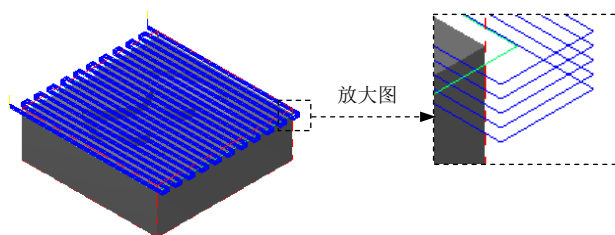

图 22.9 刀具路径
Step11. 单击“2D 刀具路径 - 平面铣削”对话框中的  按钮，完成加工参数的设置，此时系统将自动生成图 22.9 所示的刀具路径。